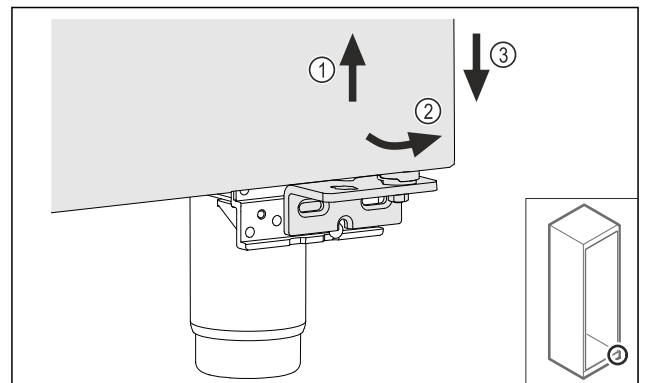

Fig. 21
- Sollevare leggermente la porta Fig. 21 (1), inclinarla in avanti sulla parte inferiore Fig. 21 (2) e abbassarla Fig. 21 (3).